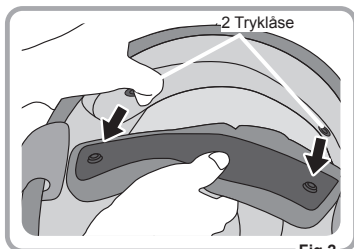

Fig.2
2. Åbn de to tryklåse bagest. Derefter kan den indvendige pude fjernes. (Fig.2)